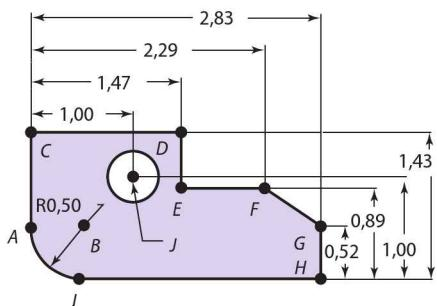

Figura 1-33 Perguntas e problemas sobre fresagem.
3. Desenhe um esboço do símbolo de PZP sobre uma folha de papel. Qual parte deve ser escolhida para a peça fresada mostrada na Figura 1-33?